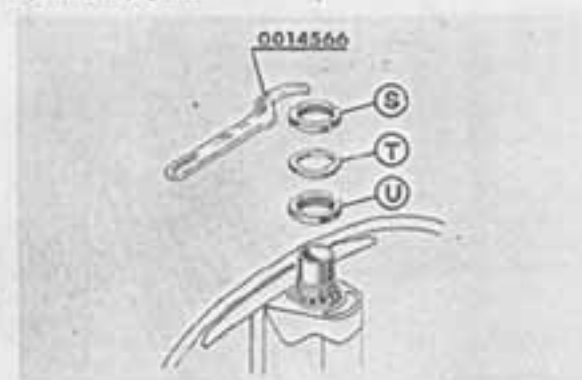

Fig. 83
Fig. 83 - Ghiera cuscinetto superiore sterzo: Sostenendo il gruppo sterzo, avvitare a mano la ghiera « U » portandola a contatto con le sfere; quindi con la chiave dentata 0014566 continuare l'avvitamento fino a che la stessa possa ancora ruotare liberamente sotto la sola azione del proprio peso; Introdurre a questo punto la rondella freno « T » e bloccare il tutto mediante l'avvitamento (chiave dentata 0014566) della ghiera « S ».
N. B. - Per le operazioni di rimontaggio descritte in Fig. 83 rispettare le prescrizioni relative alle coppie di bloccaggio riportate a pag. 35.